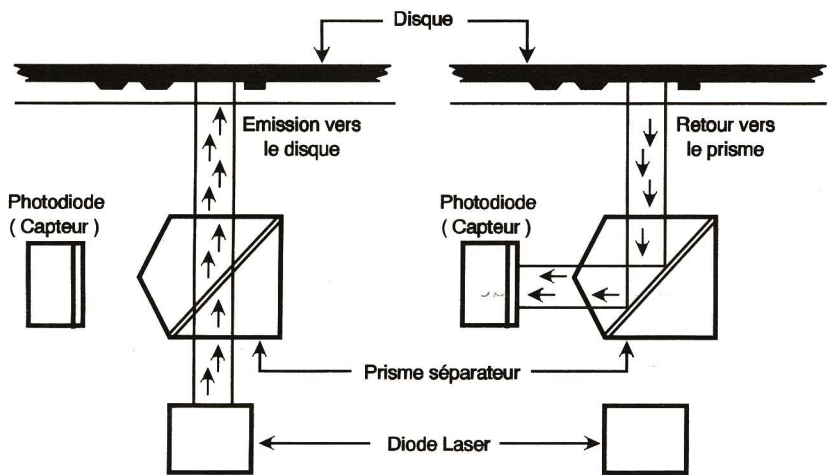

Fig 5
- un prisme séparateur (voir fig. 5) ;